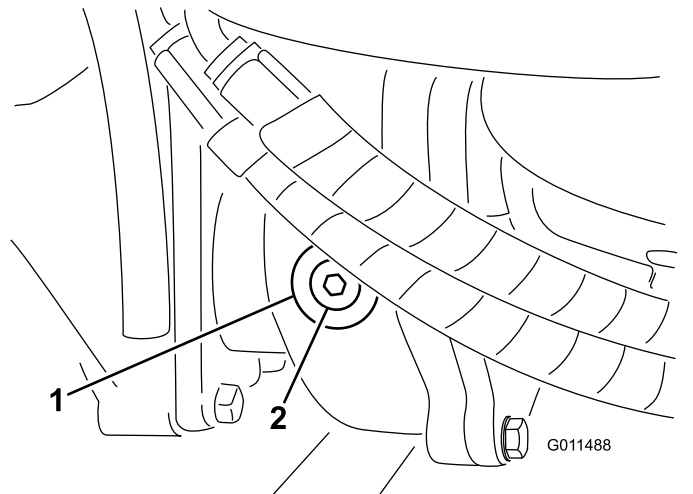

Figure 69
2. Enlevez le bouchon de contrôle/remplissage du côté gauche du boîtier d'engrenages et vérifiez que le lubrifiant atteint la base de l'orifice (Figure 69).